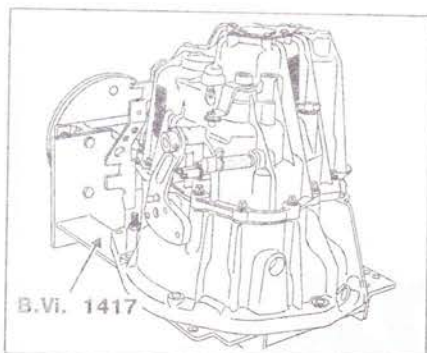

Рис. 5.36. Установив кронштейн В. Vi. 1417 в горизонтальное положение, поставьте коробку передач стороной, обычно обращенной к двигателю, на пластину.
2. Установив кронштейн В. Vi. 1417 в горизонтальное положение, поставьте коробку передач стороной, обычно обращенной к двигателю, на пластину (рис. 5.36).